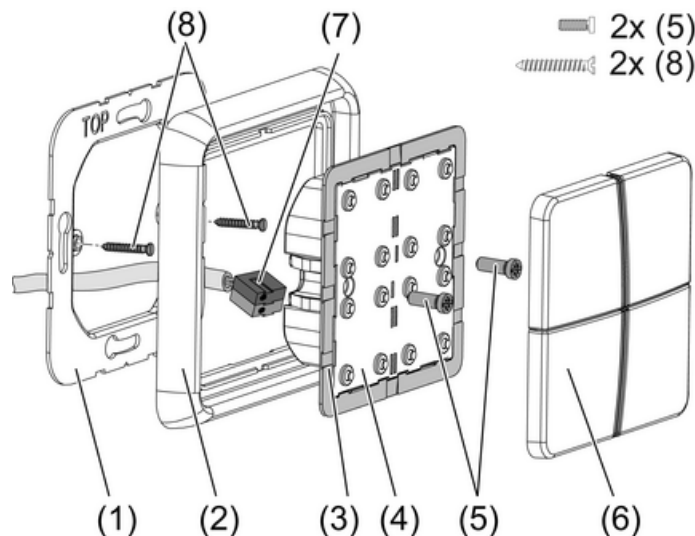

Figure 1: Montage du module touche sensorielle
- Emboîter le cadre de l'adaptateur (3) par l'avant dans la bonne position sur le module touche sensorielle (4) (figure 1). Respecter le marquage **TOP** = haut.